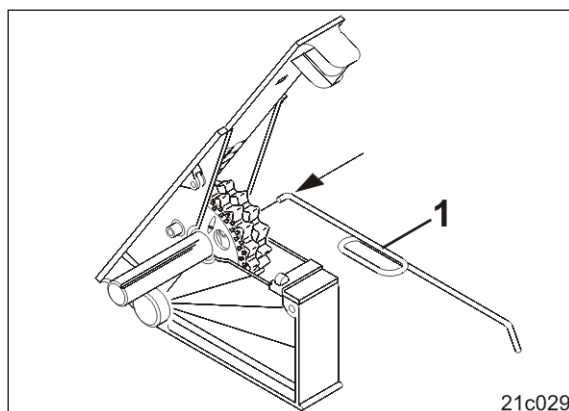

Bild 139
2. Tryck stiftet med den medföljande nyckeln (Bild 139/1) mot finsåhjulet.